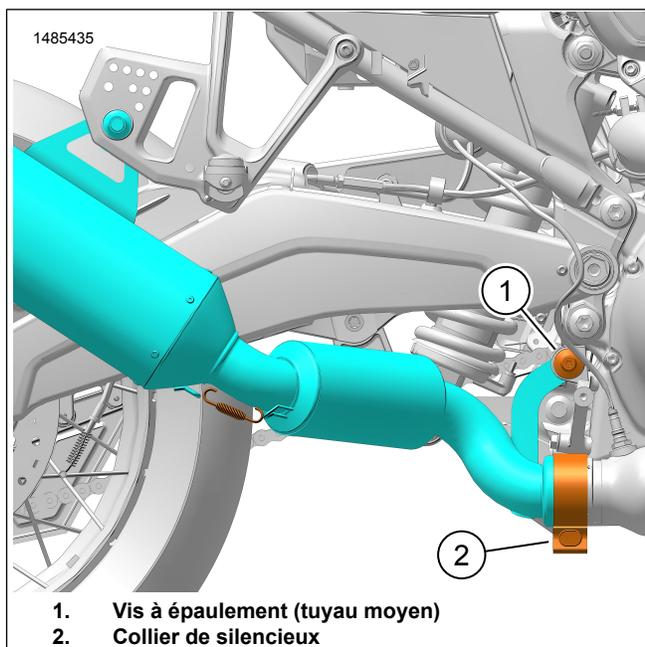

Figure 6. Vis de support de montage
7. Figure 6 Appliquer du frein-filet sur la vis à épaulement du tuyau intermédiaire (1) qui a été précédemment enlevée.